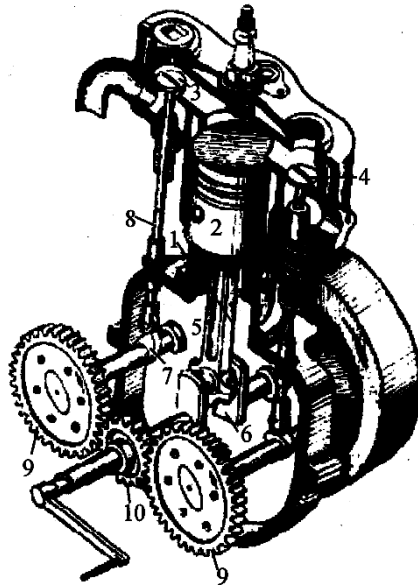

图 1
3. 绘制如图 1 所示的机构运动简图；并计算上题内燃机的机构自由度
【答案】如图 1 所示，外壳 1 为机架，齿轮 9 和凸轮 7 固连于同一轴，曲轴（曲柄）6 与齿轮 10 固连于同一轴，机构运动简图如图 2 所示。